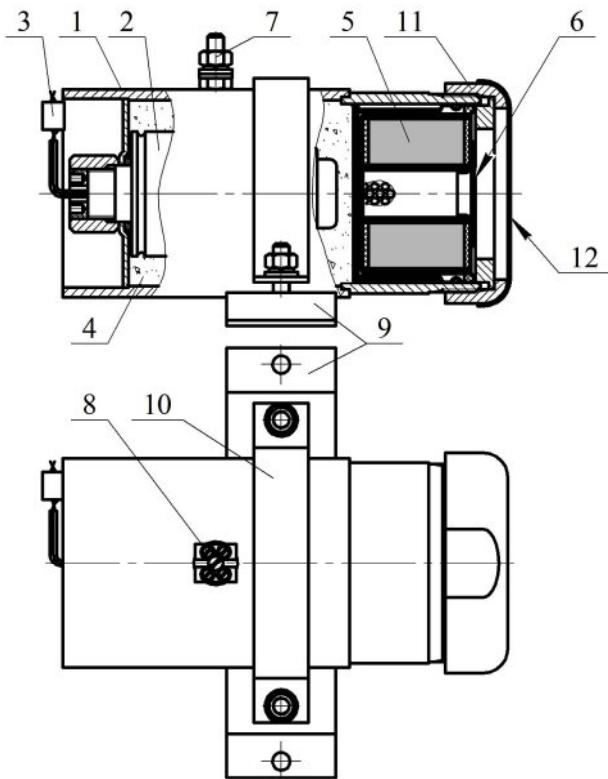
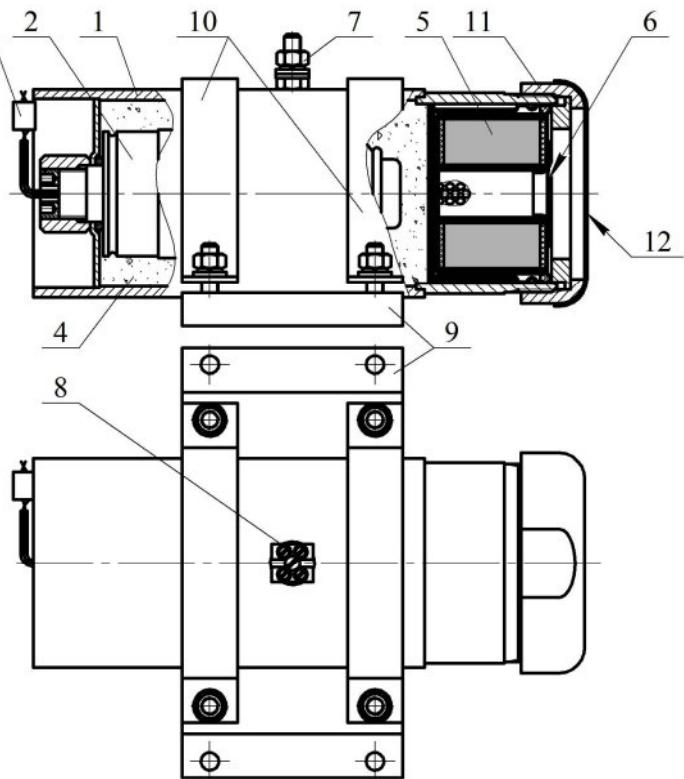

Рисунок 1
Рисунок 2
4.1.1 ГГПТ-0,25 (см. рисунок 1) и ГГПТ-0,5 (см. рисунок 2) имеют одинаковую конструкцию и отличаются только массогабаритными характеристиками. ГГПТ (см. рисунки 1, 2) состоит из корпуса 1, в котором размещен газогенерирующий элемент 2 с элементом электропусковым 3. Свободный объем корпуса ГГПТ 1 заполнен таблетками охладителя 4. Для очистки ГОТВ от механических примесей в генераторе установлен фильтр-сепаратор 5. Выходное отверстие фильтра-сепаратора заглушено самоклеющейся пленкой ПВХ 6. ГГПТ, предназначенный для стационарных объектов, имеет заземляющий зажим 7, а генератор, предназначенный для транспортных средств, снабжен соединительной коробкой (зажимом контактным винтовым) 8 для соединения пусковой линии с элементом электропусковым 4. ГГПТ снабжен кронштейном 9, к которому при помощи одного хомута 10 (см. рисунок 1) или двух хомутов 10 (см. рисунок 2) поджат генератор. Для компенсации воздействия вибрации на корпус генератора контактные с ГГПТ поверхности кронштейна 9 и хомута 10 оснащены резиновыми прокладками. Для исключения разрушения самоклеющейся пленки ПВХ 6 при транспортировании, хранении и монтаже отверстие гайки 11 заглушено самоклеющейся пленкой 12, которая снимается после монтажа изделия на объекте.
6.3 Установить генератор в кронштейне **9** и закрепить ГГПТ-0,25 одним хомутом **10** (см. рисунок 1) или ГГПТ-0,5 двумя хомутами **10** (см. рисунок 2) при помощи соединений болт – гайка. ГГПТ допускается устанавливать под любым углом. Снять самоклеющуюся пленку **12** (см. рисунки 1, 2) с гайки **11**.